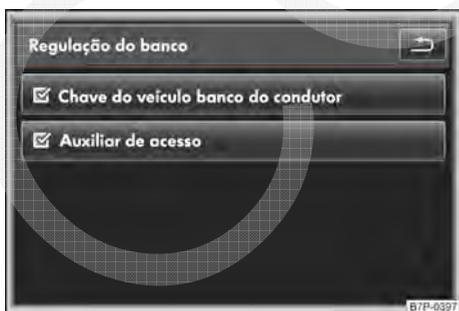

Fig. 109 Sistema Infotainment: menu de ajustes do banco para o banco do condutor com função de memória.
- Ativar a caixa de seleção na superfície de função **Chave do veículo banco do condutor** mediante toque → Fig. 109.
Se já foi executada uma ativação da memorização automática com os botões de memória na porta do condutor, o sinal de visto na caixa de seleção da superfície de função **Chave do veículo banco do condutor** → Fig. 109 estará ativado automaticamente.